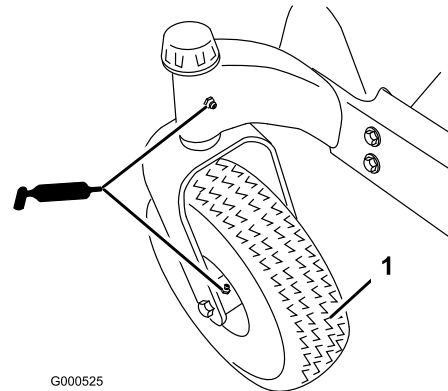
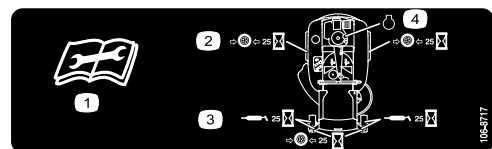

Bild 29
Bild 30
3. Reinigen Sie die Schmiernippel (Bild 29 und Bild 30) mit einem Lappen. Kratzen Sie bei Bedarf Farbe vorne von den Nippeln ab.
4. Setzen Sie die Fettpresse nacheinander an allen Nippeln an (Bild 29 und Bild 30). Fetten Sie die Nippel, bis das Fett beginnt, aus den Lagern auszutreten.